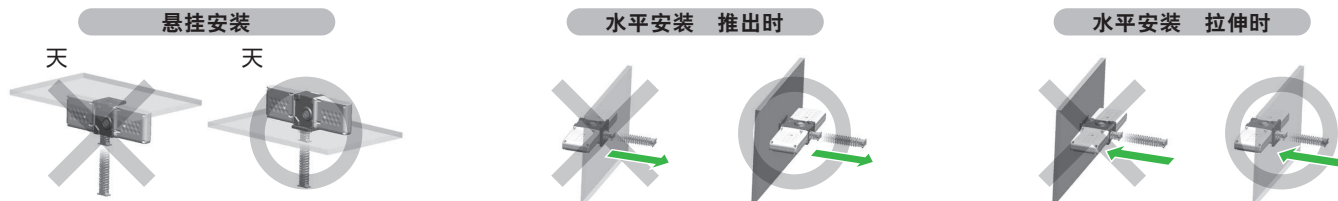

图1 安装方向的正误（示例）
2. 可在上提、水平及悬挂方向进行安装。但水平及悬挂安装时，若在本体自重及输送物重量（力）作用于安装螺栓的状态下使用，可能会损坏设备。请采用安装螺栓上不会承受负载的设置方法。（图1）